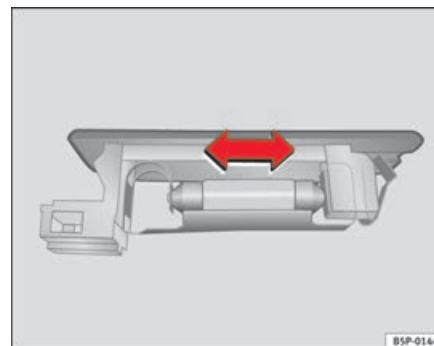

Fig. 200 Luz do porta-bagagens
- Pressionar a lâmpada na parte lateral e extraí-la do respectivo alojamento ⇒ página 271, fig. 200. ■